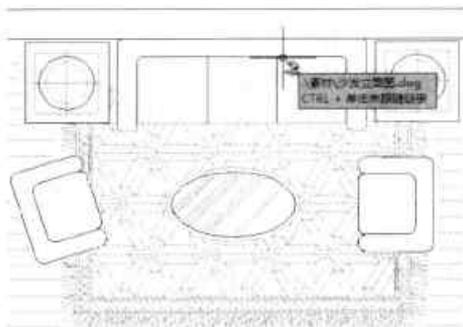

图10-67 显示链接信息
- Step07** 将光标移至沙发图块上，此时在光标右侧会显示该图块链接的相关信息，如图 10-67 所示。